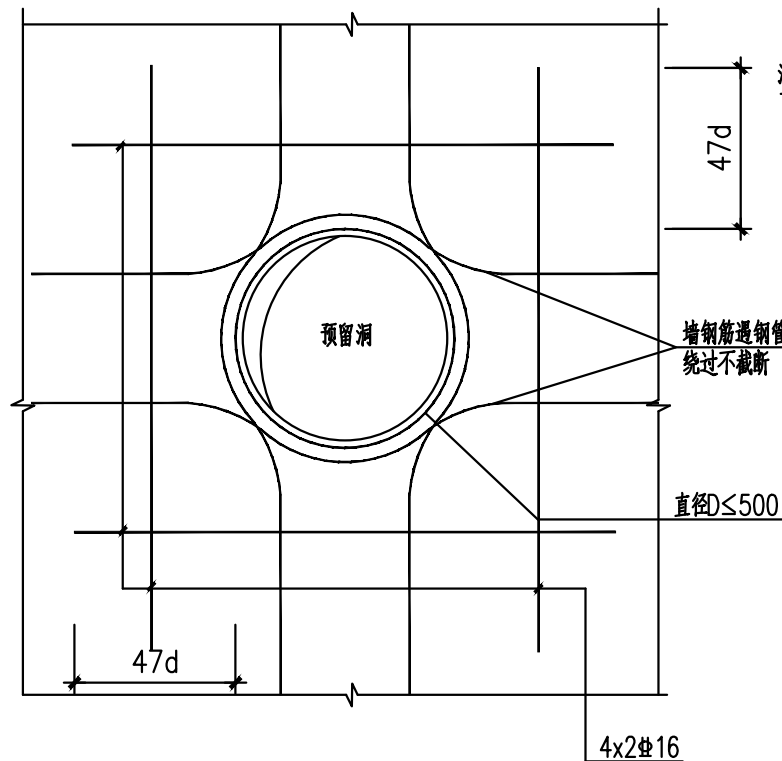

图7a.
1) 当开孔的直径或宽度小于等于300mm时, 板内钢筋不得切断, 应从洞边绕过; 当开孔的直径或宽度大于300mm但不超过1000mm时, 孔口的每侧沿受力钢筋方向应配置加强钢筋; 对圆形孔口尚应加设环筋, 具体做法详下图7a、7b、7c: